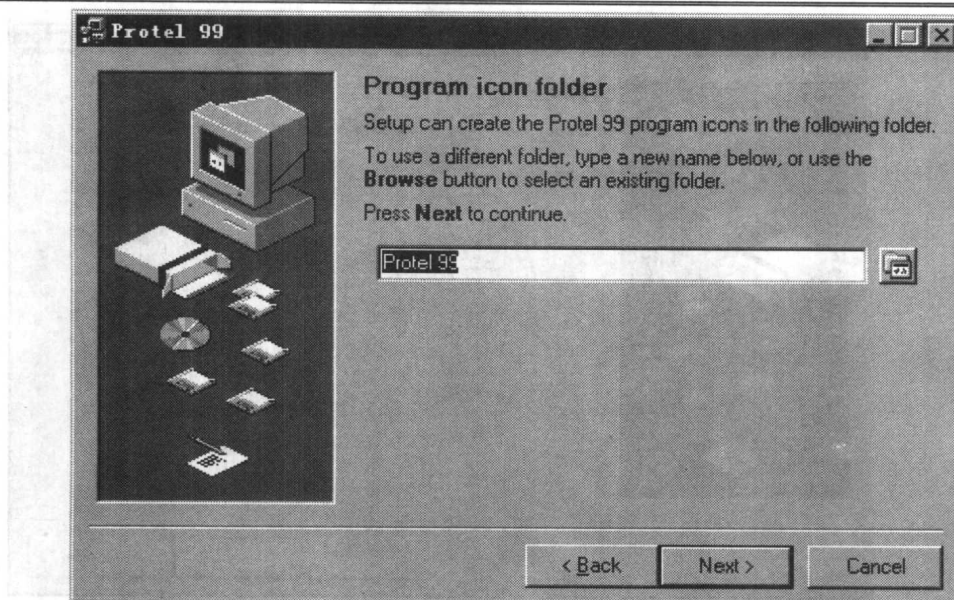

图 1.6 起始菜单路径设置对话框
(6) 系统默认的路径是【C:\ProgramFiles\DesignExplorer】，单击  按钮，则系统弹出设置起始菜单路径对话框，如图 1.6 所示。